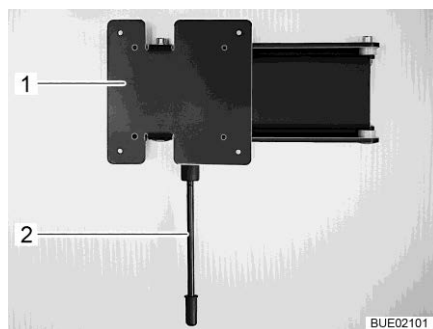

Bild 107 Vägghållare
- Dra låsspaken (Bild 107,1) nedåt och sväng fästet (Bild 107,2) med den platta bildskärmen till önskat läge.